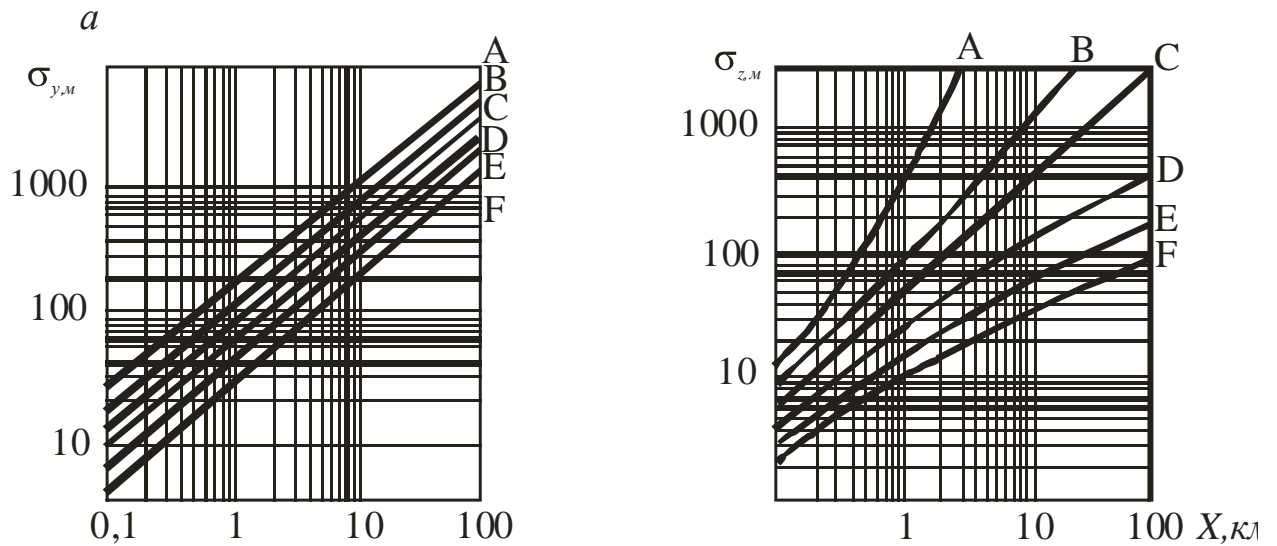

Рис. 3.6. Номограммы для определения дисперсий распределения концентрации в направлении осей Y (а) и Z (б). А, В, С, D, E, F – категории устойчивости атмосферы.
По номограммам (рис. 3.6) определим дисперсии распределения концентрации газа в направлении осей Y и Z в зависимости от удаленности точки от места утечки (X) и устойчивости атмосферы (F): $\sigma_y = 60$ м, $\sigma_z = 17$ м.